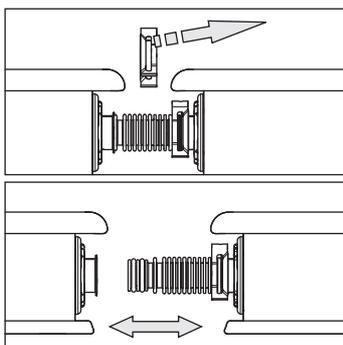
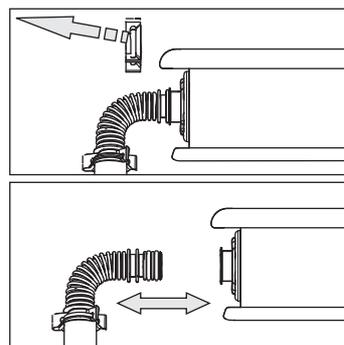

Figura 3-48 Fase di lavoro 1
Figura 3-49 Fase di lavoro 2
1. premere e sfilare le graffe di fissaggio dalla posizione di arresto (Figura 3-48 e Figura 3-49).
2. sfilare le curve di collegamento (Figura 3-49).